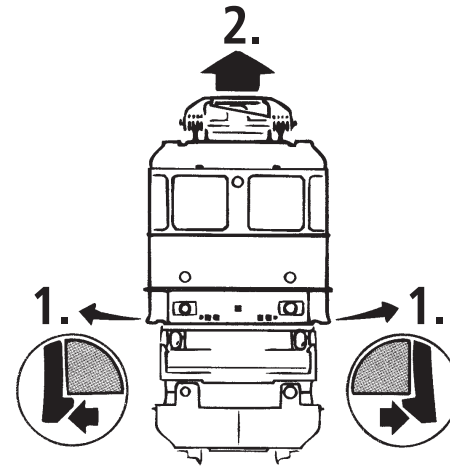

Fig. 4
3. Change of traction tyre: Remove the gear cover (fig. 4). Take out **wheel set** and remove **traction tyre** using a pin or a fine screwdriver (fig. 4). When pressing on the new traction tyre please **avoid twisting it**.
3. Échange des bandages d'adhérence: Démontez d'abord le **couvercle du carter des engrenages** des engrenages (fig. 4). Délogez ensuite les essieux bandagées et enlevez, à l'aide d'une aiguille ou d'un tournevis fin, les bandages d'adhérence (fig. 4). Lors du montage des nouveaux bandages veuillez veiller à ce que les bandages **ne soient pas tordu**.